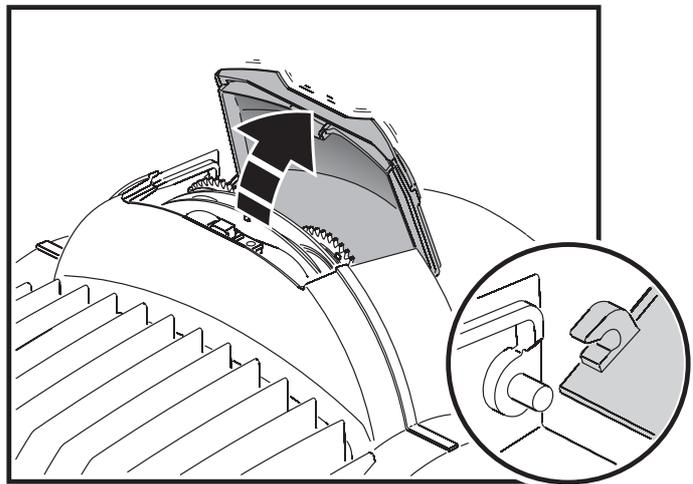

Figura 14: Compuerta de acceso a los efectos
La compuerta de acceso del smartMAC (ver Figura 14) brinda acceso a los gobos y los filtros de color. Tan pronto esté abierta la compuerta, el pan y el tilt quedarán desactivados y aparecerá el mensaje **EFHA**. Si el proyector está en funcionamiento, el hacer oscilar la compuerta adelanta una posición primero en la rueda de gobos y después en la de colores que permite acceder a cada uno de los gobos y filtros de color. Para cerrar la compuerta, aplicar una presión firme hasta oír el “clic”. Una vez cerrada la compuerta durante más de un segundo, las ruedas de gobo y color realizarán un reset a su posición de origen. La compuerta se puede extraer temporalmente arrancándola de sus fijaciones, pero se deberá tener mucho cuidado de no romper las sujeciones de fijación. Normalmente no será necesario extraerla. Tener presente que si no está perfectamente cerrada no se podrá utilizar pan/tilt ni hacer reset de la unidad
2. Ver Figura 14. Abrir la compuerta de acceso.